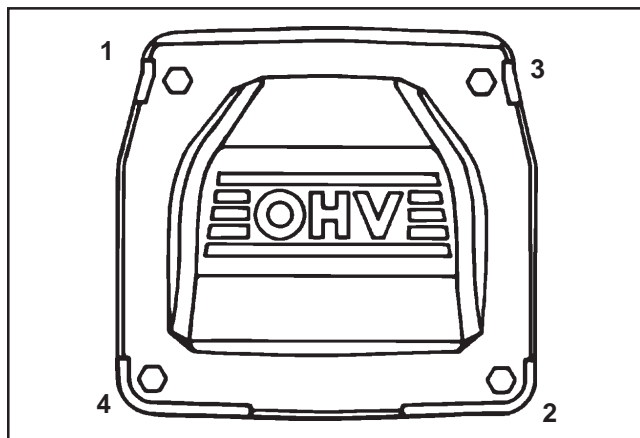

Figura 11-66. Sequenza di serraggio delle viti dei coperchi delle valvole.
5. Serrare i dispositivi di fissaggio dei coperchi delle valvole alle coppie indicate nella sequenza illustrata in Figura 11-66.